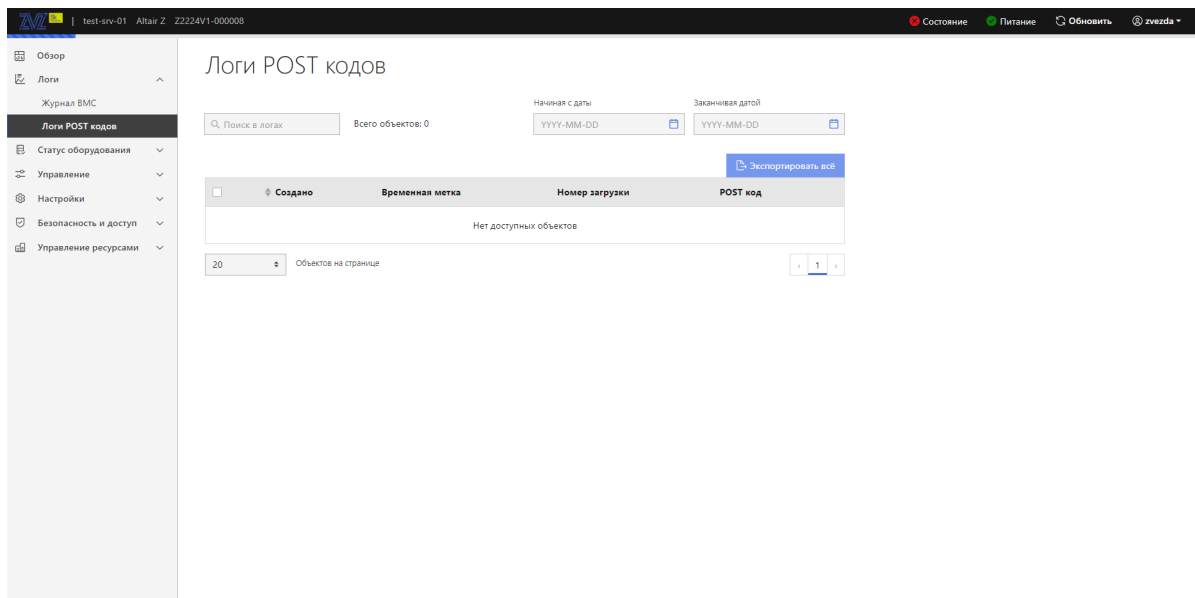

Рис. 77. Окно «Логи POST кодов»
3) Пройдите во вкладку «Логи» → «Логи POST кодов» в данной вкладке отображены все логи POST кодов. В поле «Поиск в логах» производится поиск логов POST кодов. В поле «Начиная с даты» произведите фильтрацию по дате начала логов, в поле «Заканчивая датой» произведите фильтрацию по дате окончания логов. «Экспортировать всё» позволяет экспортировать все логи POST кодов. Окно показано на рис. 77 **Окно «Логи POST кодов»**